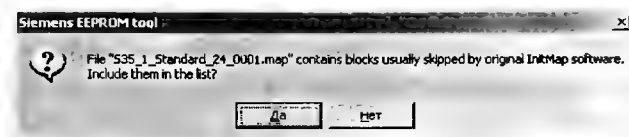

Рис. 1.1.41 Загрузка MAP
3. Нажимают кнопку «LOAD», находящуюся в левой части основного диалогового окна программы и затем выбирают файл, содержащий стандартные настройки MAP (для C65 — C65_1_Standard_50_0001.map). На вопрос-сообщение «Файл содержит блоки, обычно пропускаемые оригинальным ПО InitMap. Включить их в список?» (см. рис. 1.1.41) при обновлении MAP следует ответить «Нет», так как в противном случае могут быть потеряны заводские настройки телефона. Отвечать «Да» следует только при восстановлении EEPROM неработоспособного телефона.